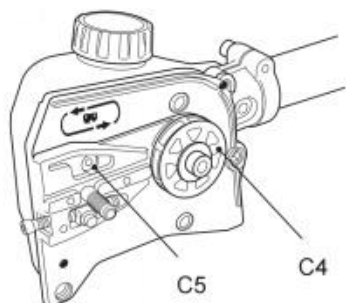

Fig. 70
2. Prüfen Sie die Öleinfüllöffnung (C5) auf Verstopfungen und reinigen Sie sie gegebenenfalls, um eine ordnungsgemäße Schmierung der Führungsschiene und der Sägekette während des Betriebs sicherzustellen. Verwenden Sie dazu einen weichen Draht, der dünn genug ist, um ihn in die Ölauslassöffnung einzuführen (Abb. 70).